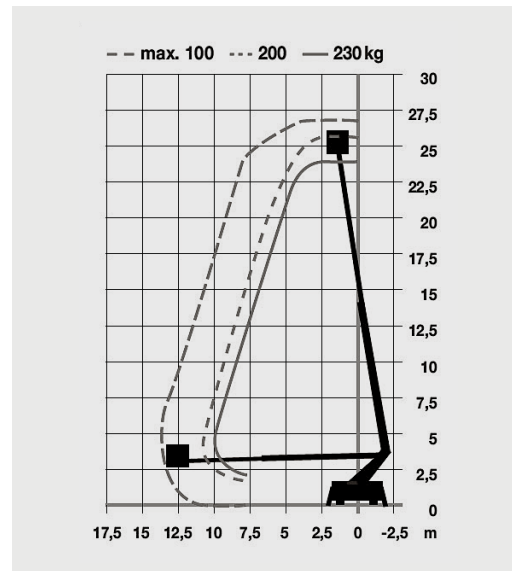

Bild 1: Arbeitshöhe und seitliche Reichweite der Hubarbeitsbühne sind der Betriebsanleitung zu entnehmen.
6. Genügen **Arbeitshöhe und seitliche Reichweite** der Hubarbeitsbühne, um die Arbeiten ohne zusätzliche Hilfsmittel wie Leitern oder Podeste auszuführen? (Bild 1)  ja  nein